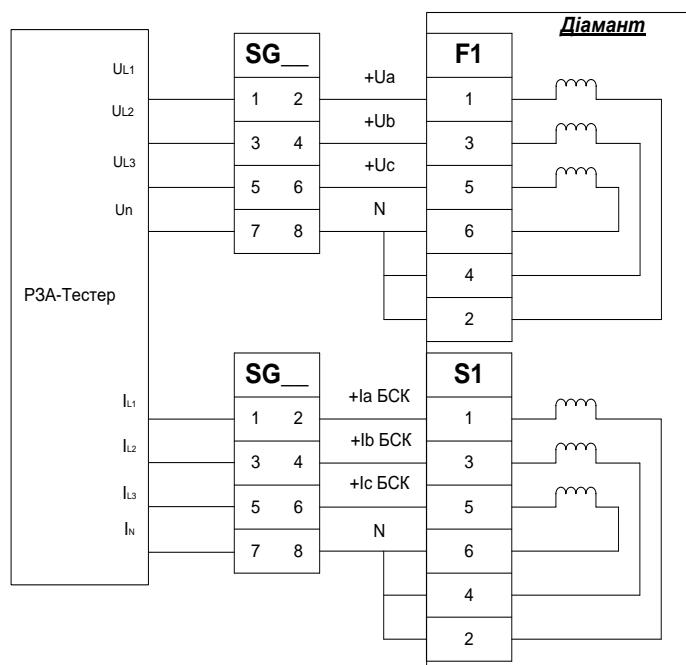

Рис. 7.1 – Подключение аналоговых входов к Діамант
Для проверки ЗОП ТВГ необходимо собрать схему в соответствии с Рис.7.1.
- собрать схему в соответствии с Рис.7.1
- собрать схему в соответствии с Рис.7.1.